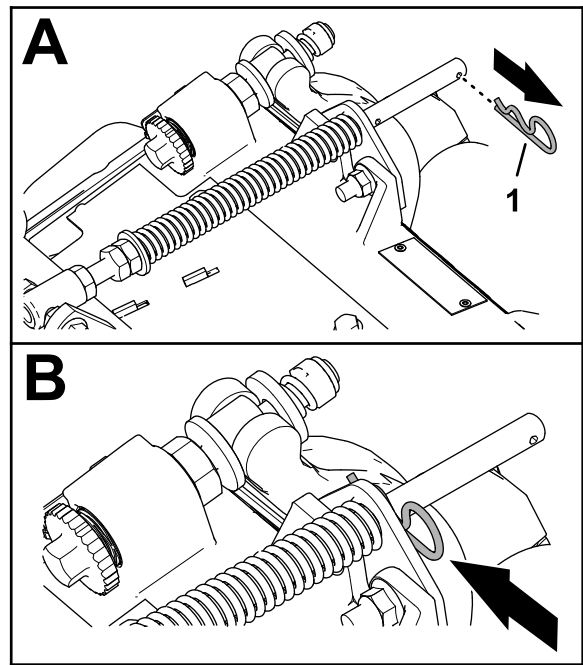

Figura 17
- Si la chaveta está instalada en el orificio trasero de la varilla de compensación del muelle, retire la chaveta e introdúzcala en el orificio situado junto al soporte (Figura 17).